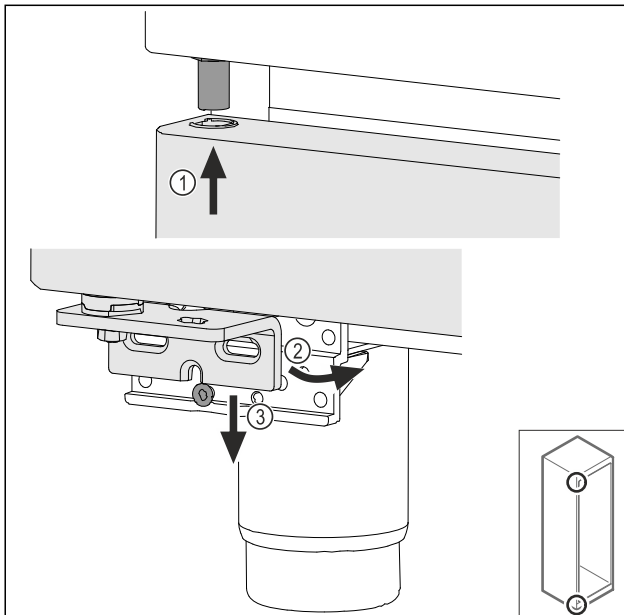

Fig. 70
- Tür leicht gekippt oben einfädeln Fig. 70 (1), Tür gerade ausrichten Fig. 70 (2) und unten auf die Lagerbockschraube Fig. 70 (3) aufsetzen.